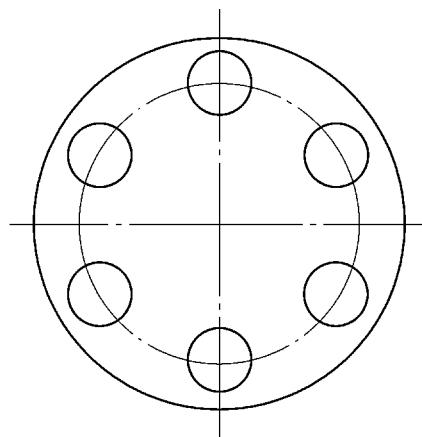

图 10-3 小圆匹配后
2) 用选择框[¤]逐一单击图形中六个小圆的轮廓线，结束选择后的图形如图 10-3 所示，此时小圆的线宽、颜色等特性与大圆相同。